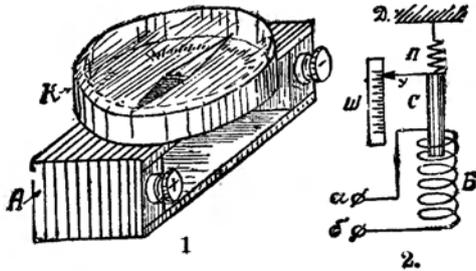

Рис. 210.
Простейший тип гальванометра с подвижной магнитной системой изображен на рис. 210 (1): он представляет собою небольшую квадратную катушку *A*, намотанную из медной изолированной проволоки, поверх которой укреплен компас. При прохождении по обмотке *A* постоянного тока магнитная стрелка отклоняется от своего первоначального положения и тем больше, чем сильнее ток протекает по катушке.